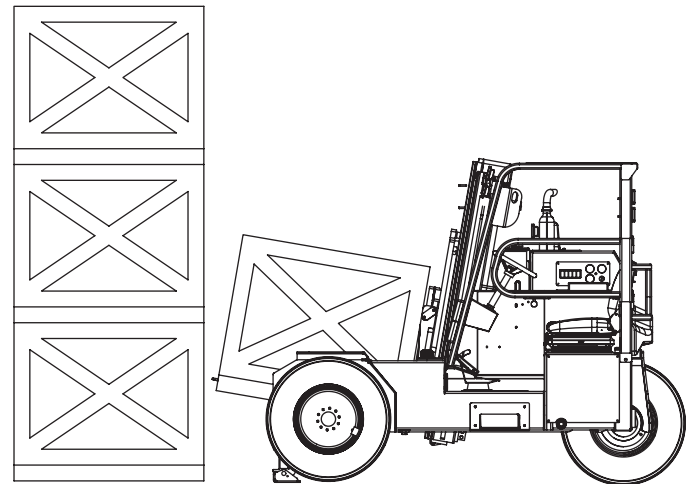

Fig 7
1. Acérquese lentamente a la zona de carga, alineando el montacargas con la carga. Cuando la carga esté correctamente alineada aplique el freno de estacionamiento y baje los estabilizadores. *Fig. 7.*